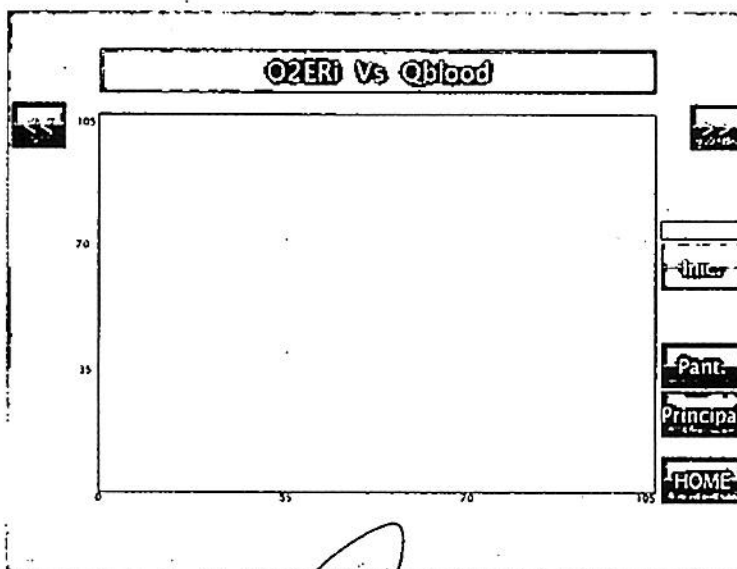

Figura 20: O2ERi vs. Qblood.
- La página "O2REi vs. Q Blood" (figura 20) está dividida en dos zonas: